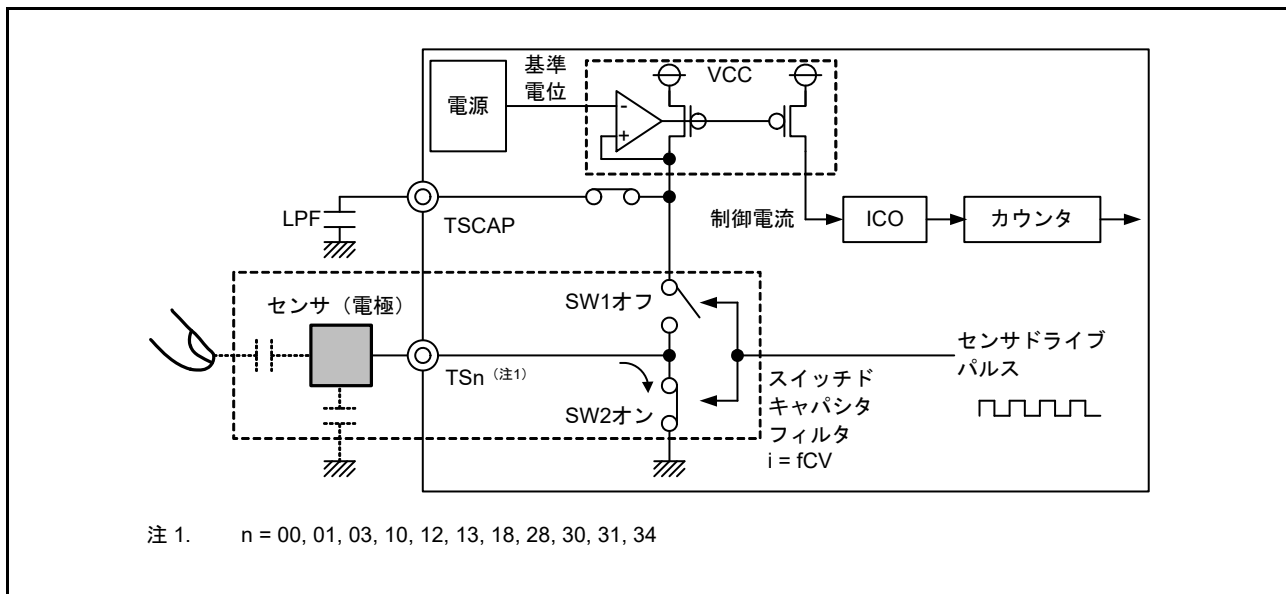

図 40.6 放電動作
2. SW1: OFF、SW2: ON にすることで、充電された容量は放電されます。図 40.6 を参照してください。